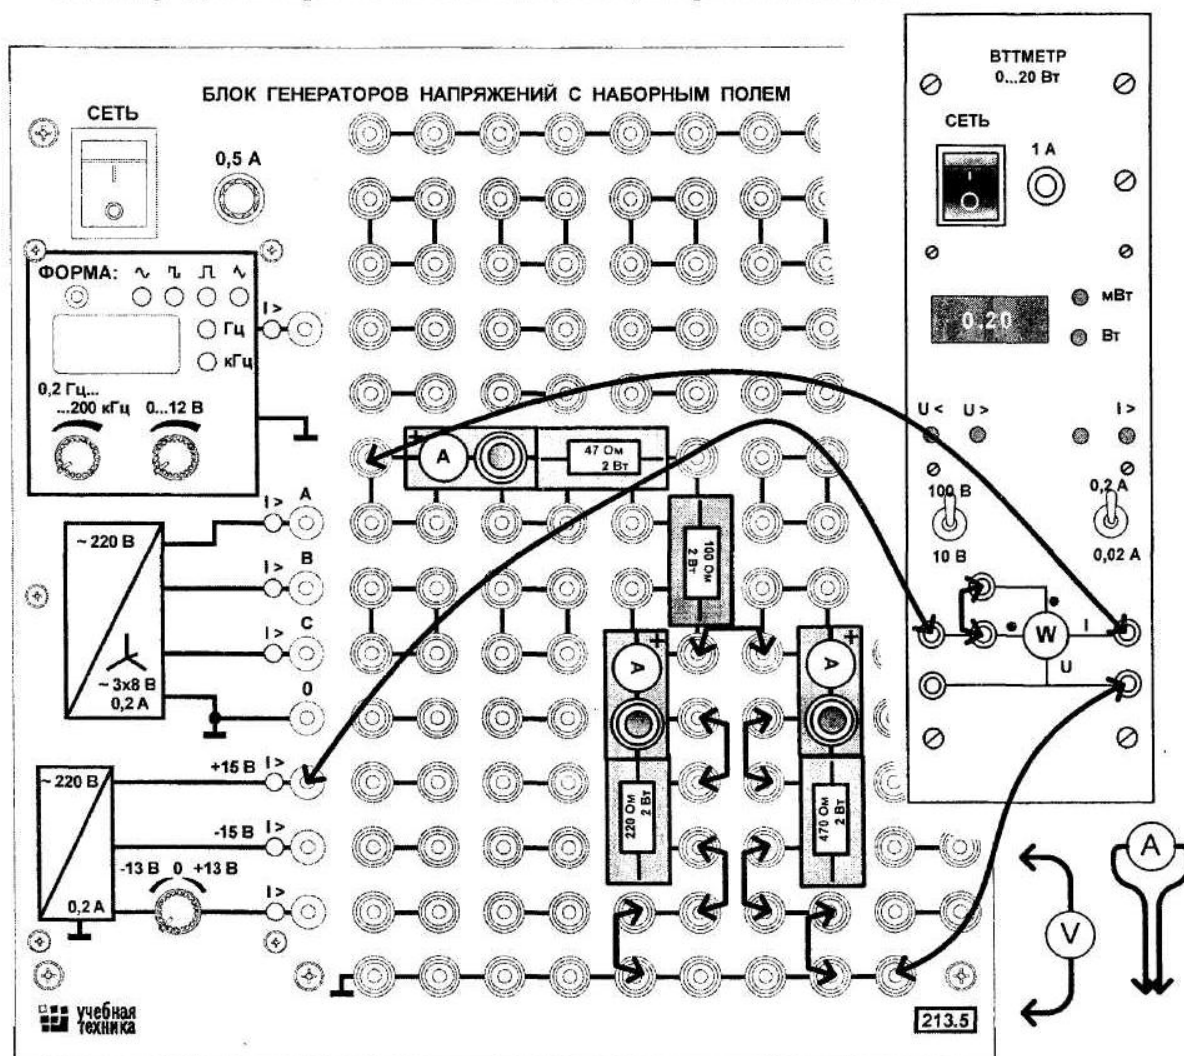

Рис. 2.4.2
- Соберите цепь согласно монтажной схеме (рис. 2.4.2). В каждой из трёх ветвей этой схемы включены миниблоки для подключения амперметра. На входе цепи включён ваттметр для измерения полной мощности, потребляемой цепью.